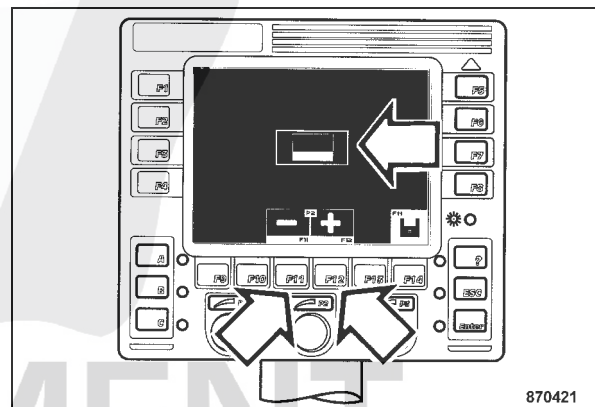

fig. 82
- Choisir la langue désirée à l'aide de la touche "F11" ou "F12" (fig. 82).